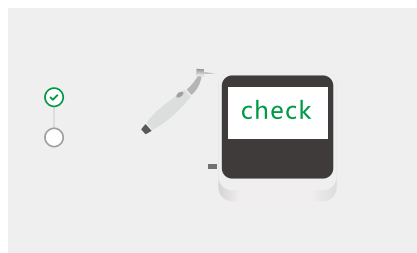

Рис. 39 Режим калібрування
- Під час процесу калібрування екран буде мати вигляд, як на рис. 39.